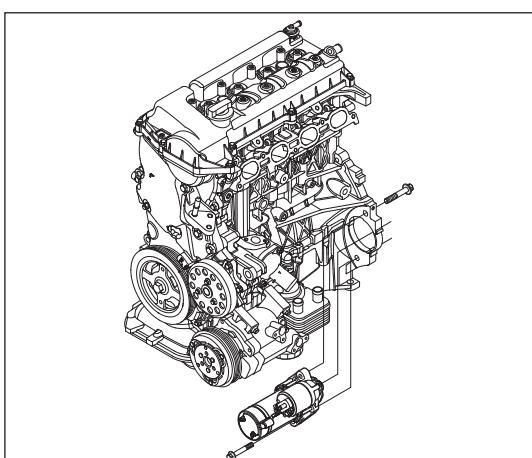

Рис. 6-3-2. Установка стартера
- (1) Установить пылезащитный кожух стартера.
- (2) Закрепить стартер на нижней части блока цилиндров с помощью двух фланцевых болтов M10×1.25×60 (4G15T), M10×1.25×65 (4G15B) (см. рис. 6-3-2):